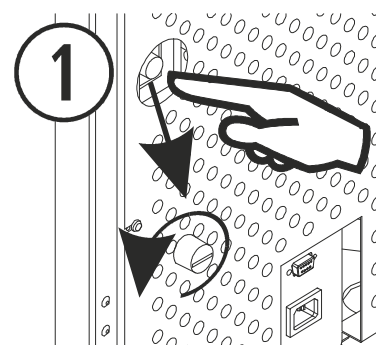

Figura 25
- 6.11. **Con la caldaia scollegata**, controllare il termostato di sicurezza che si trova all'interno nella parte posteriore, verso il lato destro. Per attivarlo si deve spingere il bottone, se il termostato si trova attivato si sentirà un "clic". Se il termostato di sicurezza era già stato attivato in precedenza, è bene consultare il distributore. Nella *figura 25*, è illustrata la posizione del termostato nella *Cantina Nova* e *Aveiro*. Nel modello Super Insert, il termostato di sicurezza si trova aprendo la porta di vetro, sul lato destro.
① Termostato di sicurezza e riarmo.